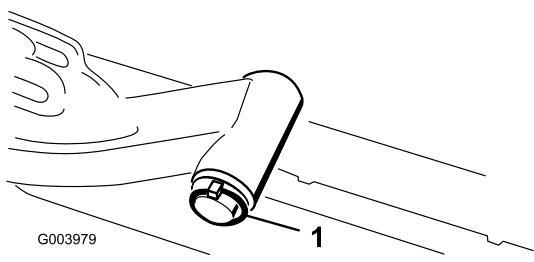

図 9
- A. 昇降アームのピボットシャフトを昇降アームに固定しているリンチピンとワッシャを外し、昇降アームからピボットシャフトを抜き出す図 9。
- C. 昇降アームのシャフトを昇降アームに差し込み、ワッシャとリンチピンで固定する図 9。